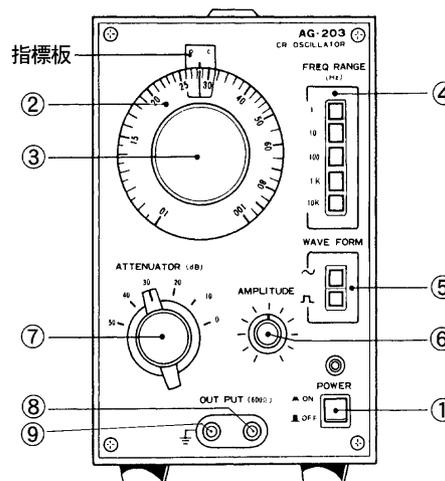

図 4
- AC-GND-DC** INPUT 端子を交流 (AC) 結合、アース、直流 (DC) 結合にするかの選択。
2. CR 発振器 本実験で使用する CR 発振器は、10Hz から 1000kHz の範囲の正弦波と方形波を出力することができる。図 4 にパネル面を示す。
- ①電源スイッチ (POWER)
- ②周波数目盛り (指標で示された値に④の FREQ. RANGE の倍率をかけた値が周波数)
- ③周波数可変用つまみ
- ④周波数範囲切替スイッチ (FREQ. RANGE)
- ⑤出力信号波形選択スイッチ (WAVE FORM)
- ⑥出力調整つまみ (AMPLITUDE)
- ⑦出力減衰器 (ATTENUATOR)
- ⑧出力端子 (OUTPUT)
- ⑨ GND 端子